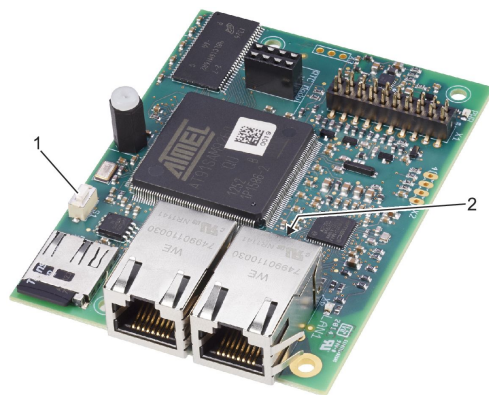

Abb. 14: Reset-Taster
Über den Reset-Taster (Abb. 14/1) kann lediglich zwischen zwei IP-Konfigurationen und dem Auslieferungszustand gewählt werden.
Auf dem Erweiterungsmodul EM-IP ist ein Reset-Taster (Abb. 14/1) angebracht.
- ▶ Reset-Taster (Abb. 14/1) kurz (max. 4 Sekunden) betätigen und wieder lösen.
- ⇒ Die Status-LED (Abb. 14/2) zeigt für 2 Sekunden die Farbe Rot an, danach erfolgt der Neustart.
In der Startphase zeigt die Status-LED (Abb. 14/2) dauerhaft die Farbe Orange an.
- ▶ Reset-Taster (Abb. 14/1) für mehr als 15 Sekunden drücken.
- ⇒ Die Status-LED (Abb. 14/2) blinkt orange.
- ▶ Reset-Taster (Abb. 14/1) für min. 5 Sekunden und max. 9 Sekunden drücken (nicht länger als 9 Sekunden).
- ⇒ Die Status-LED (Abb. 14/2) blinkt nun grün und das Erweiterungsmodul EM-IP wird bis zum nächsten Neustart auf die Default IP-Adresse (169.254.0.1) gesetzt.
- ▶ Reset-Taster (Abb. 14/1) für min. 10 Sekunden und max. 14 Sekunden drücken (nicht länger als 14 Sekunden).
- ⇒ Die Status-LED (Abb. 14/2) blinkt grün/rot abwechselnd, sobald der DHCP-Server aktiviert ist.